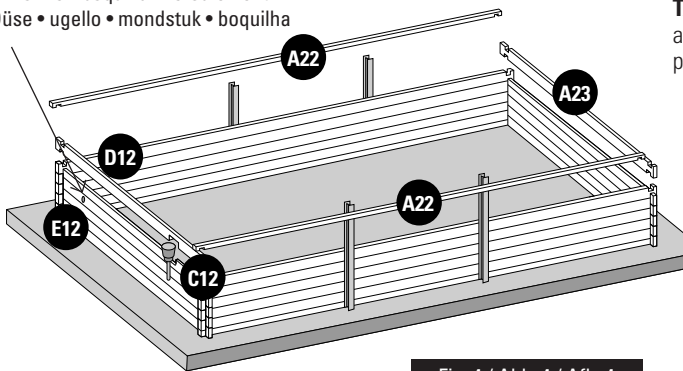

Fig. 4 / Abb. 4 / Afb. 4
- EN Skimmer:** • Place the specific boards of the skimmer facing the prevailing winds. Boards (C12) and (D12) will always be placed over a panel starting by board (A23) (figure 4). • The skimmer will not be stable until the pool is filled. **The skimmer (with its flap) is fitted as the same time as the finishing board.**
- FR Skimmer:** • Placez les madriers spécifiques au skimmer face aux vents dominants. Les madriers (C12) et (D12) se positionnent toujours sur un panel commençant par un madrier (A23) (figure 4). • Tant que le bassin n'est pas rempli, le skimmer ne sera pas stable. **Le skimmer (avec son volet) s'emboîte en même temps que le madrier de finition.**
- NL Skimmer:** • Plaats de planken die specifiek voor de skimmer zijn met het gezicht op de overheersende windrichting. De planken (C12) en (D12) worden altijd op een paneel geplaatst en er wordt begonnen met plank (A23) (afbeelding 4). • Zolang het zwembad niet is gevuld, zal de skimmer niet stabiel zijn. **De skimmer (samen met zijn afsluiter) wordt op het zelfde moment ertussen gezet als de plank voor de afwerking.**